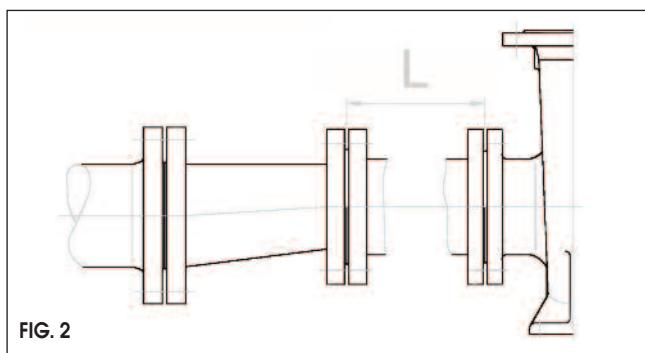

FIG. 2
- In caso di modifica del diametro utilizzare adattatori asimmetrici per evitare la formazione di bolle d'aria. (**Fig. 2**).
- Per evitare turbolenze, sul bocchettone di aspirazione prevedere una manichetta di aspirazione dello stesso diametro di quella presente sulla pompa e con una lunghezza pari a 15 volte il diametro nominale della pompa (**Fig. 2**).
Per evitare la formazione di bolle d'aria, montare un adattatore asimmetrico (**Fig. 2**).